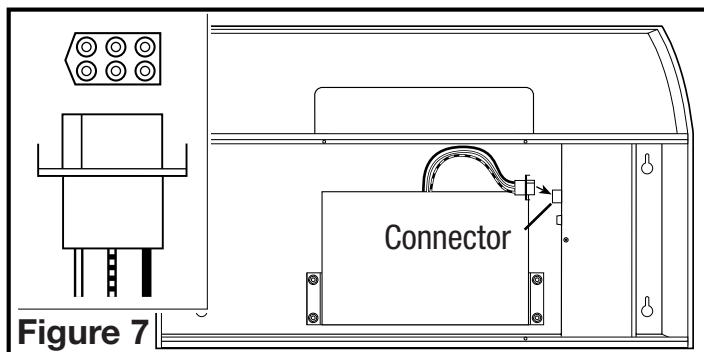

Figure 7
3. Branchez le ventilateur au connecteur approprié sur le côté du compartiment de fils. Le branchement ne pourra se faire que dans un seul sens (Figure 7).
1. Pour remplacer la fusible, tournez vers la droite le dessus de la fusible localisée à coté du fil conducteur et tirez. Remplacez avec une fusible de 125 volts, 1-1/2 ampères max. Remettez la fusible dans son emplacement (**Figure 7**).